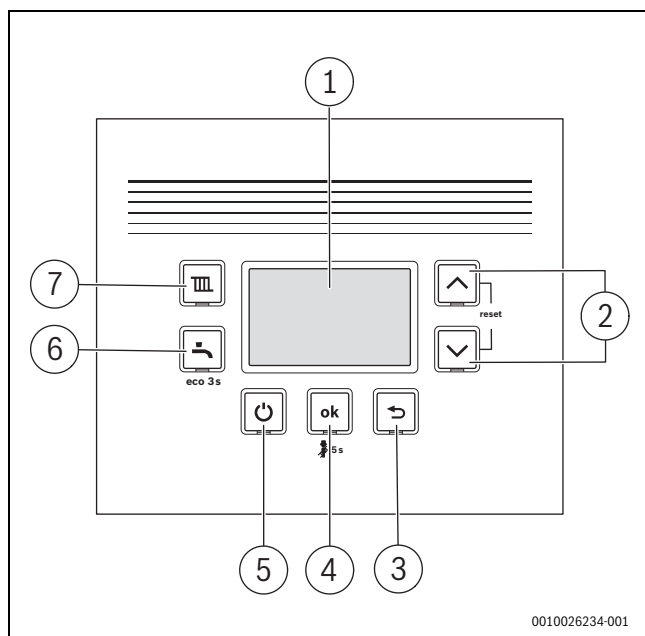

Bild 150 Bedienfeldübersicht
Nach der Inbetriebnahme schaltet die Taste ⏻ (→ Bild 150, [5]) gleichzeitig Heizung und Warmwasserbereitung durch das Brennwertgerät ein oder aus, ohne die Spannungsversorgung zu unterbrechen.
- Im normalen Betrieb das Gerät mit der Taste  (→ Bild 150, [5]) ausschalten